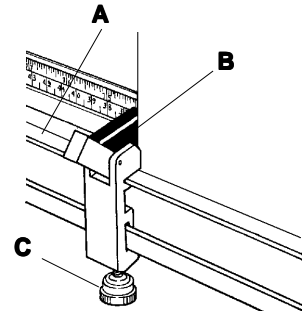

Figure 21
3. Set the board to be cut on the **LEFT SQUARING EDGE BAR (A)** and slide it to the right so the left edge of the board aligns with the desired cutting dimension. **Figure 21**. The **MEASURING STOP** is useful when more than one piece is to be cut to the same size. Set the **BLACK STOP LEVER** to the desired dimension (**B**) and lock the **MEASURING STOP** in place with the **LOCKING KNOB (C)**. Slide the board to the left against the **BLACK STOP LEVER**, and apply the **CLAMP** to hold the mount board in place and prevent buckling.
3. Legen Sie das zu schneidende Material auf die **linke Winkelleiste (A)**. Bringen Sie die linke Kante des Materials auf die gewünschte Abmessung. **Abbildung 21**. Sollen mehrere Teile mit den gleichen Abmessungen geschnitten werden, kann die Verwendung des **Maßstoppers** die Arbeit wesentlich erleichtern. Bringen Sie den **schwarzen Stophebel** auf die gewünschte Abmessung (**B**) und sperren Sie den **MAßSTOPPER** mit dem **Sperrknopf (C)**. Schieben Sie das Material nach Links gegen den **schwarzen Stophebel** und betätigen Sie die **Klemmvorrichtung**, um für ein rutschfreies, wellenfreies Schneiden zu sorgen.
3. Placez le panneau devant être coupé sur la **BARRE DE BORD D'EQUARRISSAGE GAUCHE (A)** et faites-le glisser du côté droit de manière à ce que le rebord gauche du panneau s'aligne contre la dimension de coupe désirée. **Figure 21**. Le **TAQUET DE MESURE** est utile lorsque que l'on doit couper plus d'une pièce aux mêmes dimensions. Réglez le **LEVIER DE TAQUET NOIR** à la dimension désirée **(B)** et verrouillez le **TAQUET DE MESURE** en position avec le **BOUTON DE VERROUILLAGE (C)**. Faites glisser le panneau vers la gauche contre le **LEVIER DE TAQUET NOIR** et placez la **BRIDE DE SERRAGE** pour maintenir le panneau de montage en position et empêcher qu'il ne se gondole.